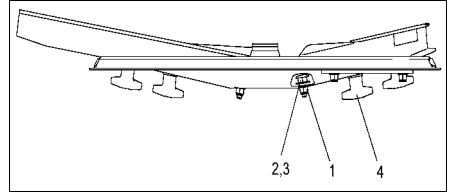

Fig. 39
- Lösen der selbstsichernden Mutter (Fig. 39/1).
- Entfernen der Unterlegscheibe und der Flachrundschraube (Fig. 39/2,3).
- Lösen der Flügelmutter (Fig. 39/4) und Streuschaufel auswechseln.
- Die selbstsichernde Mutter (Fig. 39/1) so anziehen, daß die Streuschaufel von Hand verschwenkbar ist.